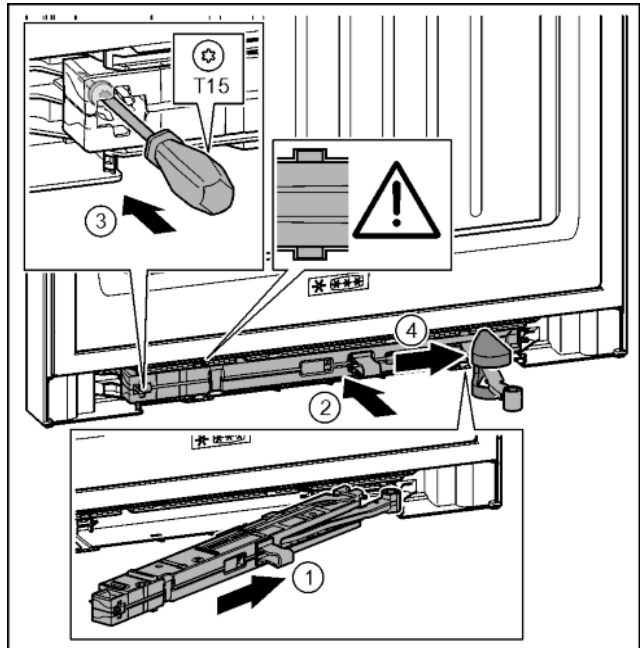

Fig. 40
- ▶ Вставить узел амортизатора со стороны опорного кронштейна в выемку до упора под наклоном. Fig. 40 (1)
- ▶ Полностью вставить узел амортизатора в выемку. Fig. 40 (2)
- ▶ Затянуть винт отверткой T15. Fig. 40 (3)
- ▶ Переместить крышку над шарниром. Fig. 40 (4)